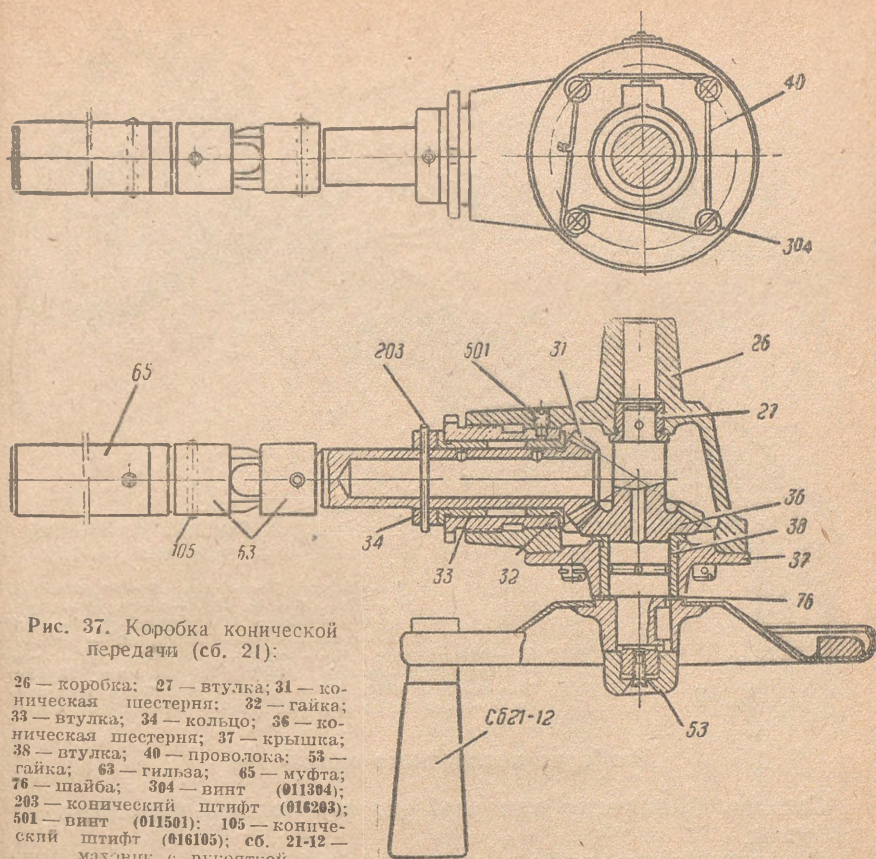

Рис. 37. Коробка конической передачи (сб. 21):
2. Вывинтив отвёрткой винт, стопорящий гайку 53 на валике, и разводным ключом № 2 свинтить эту гайку. Снять маховик и вынуть из валика шпонку (рис. 37).
3. Вынуть из винтов 304 (крепящих крышку) проволоку и отвёрткой вывинтить эти винты из корпуса коробки. Отделить крышку 37 и вынуть валик с конической шестернёй 36 (рис. 37).